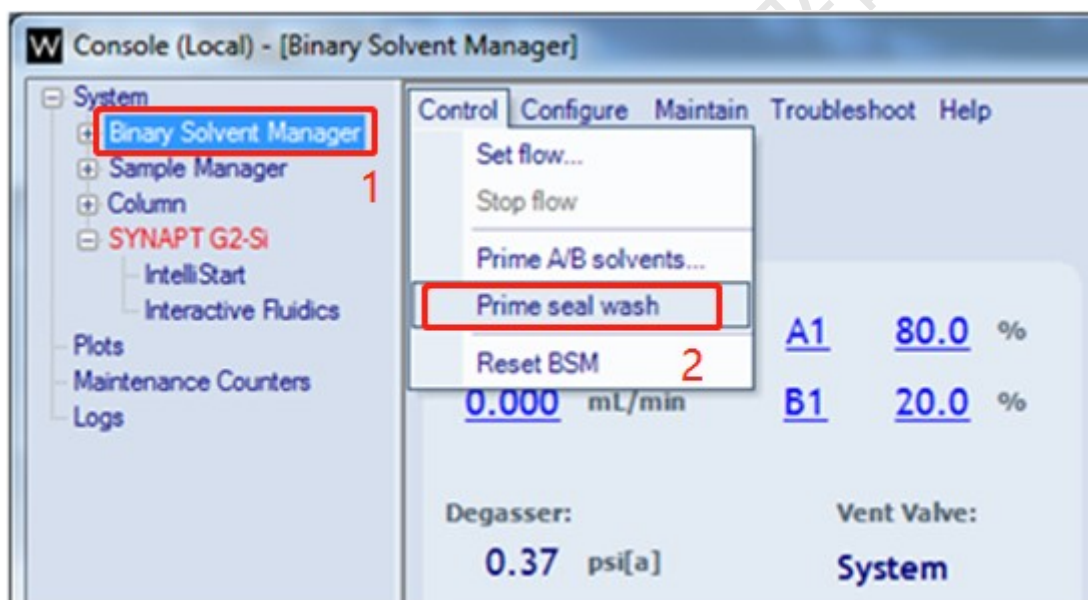

图 6-14
Step2. 如图 6-14, 在 Console 界面, 选择 Binary Solvent Manger – Control-Prime seal wash (图 6-14), seal wash 泵开始工作, 运行时间 2 分钟。